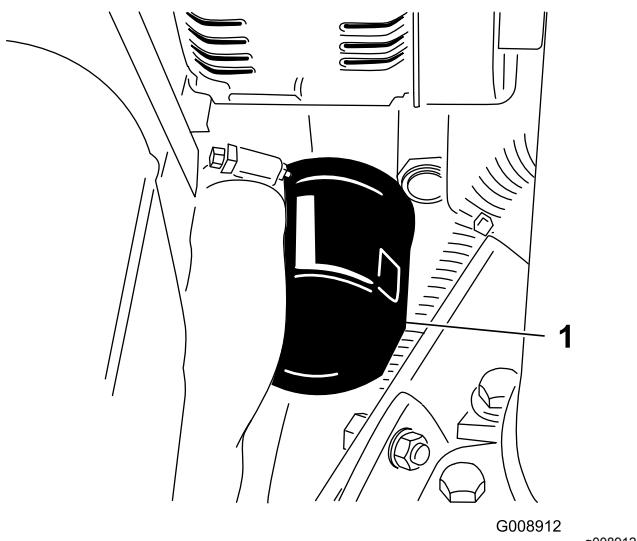

Figura 46
- Retire o filtro do óleo (Figura 46).